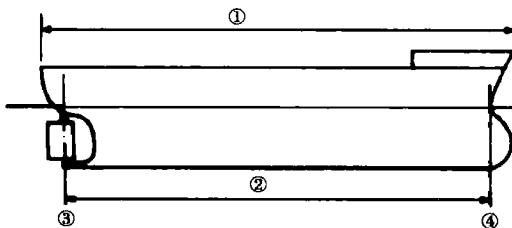

图 1.1 总长 length overall(L_{oa}), 垂线间长 length between perpendiculars (L_{bp})
- 1) 总长 L_{oa} : length of overall(见图 1.1)
- 2) 垂线间长 L_{bp} : length between perpendiculars (见图 1.1)